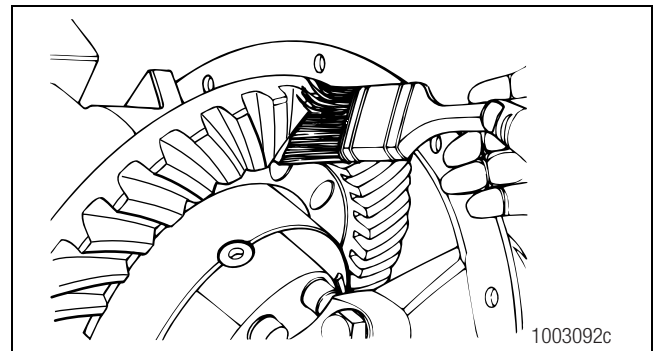

Figura 5.50
2. Aplique un compuesto marcador aproximadamente a 12 dientes de la corona. Gire la corona de manera que los 12 dientes estén junto al piñón de mando. Figura 5.50.